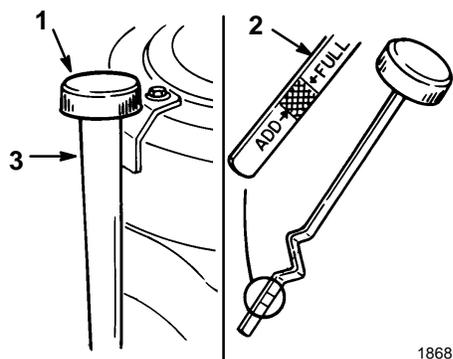

Abbildung 30
3. Den Bereich um den Ölpeilstab herum reinigen (Abb. 30), damit kein Schmutz in die Einfüllöffnung fallen und den Motor beschädigen kann.
4. Den Ölpeilstab losschrauben und das Metallende sauberwischen (Abb. 30).
5. Den Ölpeilstab ganz in das Einfüllrohr schrauben (Abb. 30). Den Peilstab wieder herausdrehen und das Metallende untersuchen. Wenn der Ölstand zu niedrig ist, langsam nur soviel Öl in das Einfüllrohr gießen, daß der Ölstand die "FULL"-Markierung erreicht.
7. Langsam ca. 80% der angegebenen Ölmenge in das Einfüllrohr gießen (Abb. 30). Dann den Ölstand kontrollieren. Siehe "Ölstandskontrolle", Seite 36, Schritte 4–5.
5. Langsam ca. 80% der angegebenen Ölmenge in das Einfüllrohr gießen (Abb. 30). Dann den Ölstand kontrollieren. Siehe "Ölstandskontrolle", Seite 36, Schritt 4 und 5.